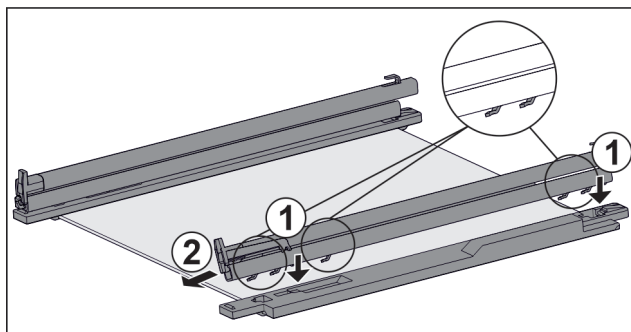

Fig. 82 Skleněná deska s kolejničkami a přídržnými díly
- ▶ Nasadte háčky kolejničky na otvory **levého** přídržného dílu. Fig. 82 (1)
- ▶ Vytáhněte kolejničku dopředu. Fig. 82 (2)
- ▶ Nasadte háčky kolejničky na otvory **pravého** přídržného dílu. Fig. 82 (1)